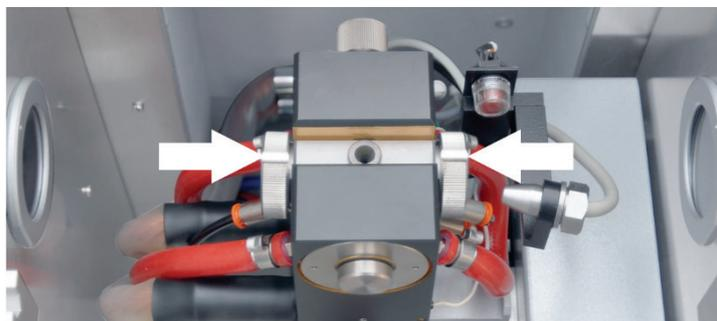

Fig. 57 Marcas en las ventanas del horno
Las misma marcas tienen que apuntar hacia arriba (→ Fig. 57 pág .92).
**Nota:** Las marcas iguales en las ventanas del horno tienen que señalar hacia arriba (véase Fig. 57 pág.92).